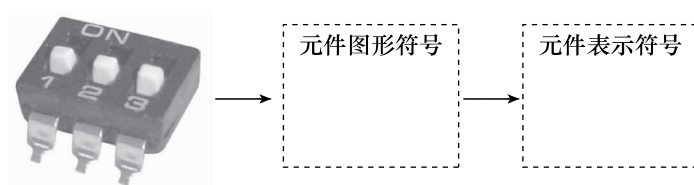

图 1-19 开关
(13) 如图 1-19 所示, 将开关的图形符号、表示符号填入对应方框中。